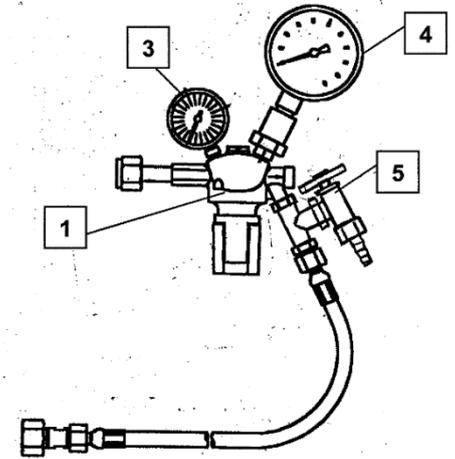

Fig. 17
Die Einrichtung (Fig.17) besteht aus einem Druckmindererblock (1) mit einem Stellgriff und einem Manometer (3) für den SF₆-Flaschendruck (3) sowie einem Manometer für den einzustellenden Druck (4), einem T-Stück mit Eckventil (5) und Schlauchanschluss mit 5 m Druckschlauch mit DILO-Kupplungen DN8 und DN20 (wahlweise).
Taupunktmessungen werden mit entsprechenden Geräten durchgeführt, deren Messsonde im fließenden Gasstrom platziert sein muss. Da ohnehin Gas nachgedrückt werden muss, bietet sich eine mobile Gasaufbereitungsanlage an, in die das Gas der Durchführung unter Verwendung der Nachfüll- und Ablassleinrichtung (2.6.3, Fig.17) zurückgeführt wird. In diese Leitung wird der Messwertaufnehmer zwischen geschaltet umso im abgelassenen Gasstrom die Messung vorzunehmen.